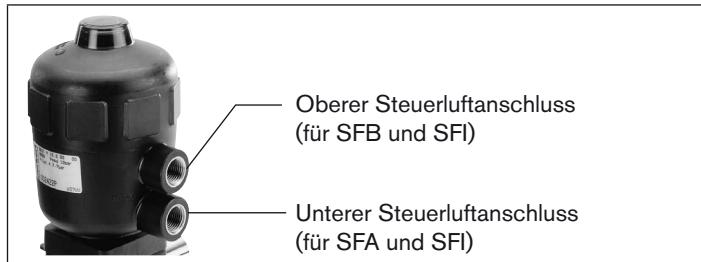

Bild 28: *Steuerluftanschluss*
- Unterer Steuerluftanschluss mit Druckluft (Wert wie auf dem Typenschild angegeben) beaufschlagen (siehe Bild 28:Steuerluftanschluss). Dies ist erforderlich, damit sich die Membran vom Gehäuse löst und nicht beschädigt wird.
- Unterer Steuerluftanschluss mit Druckluft (Wert wie auf dem Typenschild angegeben) beaufschlagen (siehe Bild 28:*Steuerluftanschluss*).
- Oberer Steuerluftanschluss mit Druckluft (Wert wie auf dem Typenschild angegeben) beaufschlagen (siehe nachfolgendes Bild 28:*Steuerluftanschluss*).